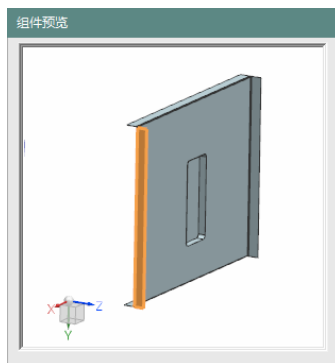
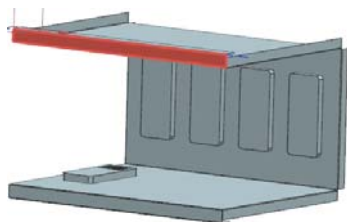

图 11-306 选择相配部件
图 11-307 选择基础部件
(2) 在“添加组件”对话框中, 设置“定位”为“通过约束”, 单击按钮, 打开“装配约束”对话框。选择“接触对齐”类型, 在视图区选择相配部件和基础部件, 如图 11-306 和图 11-307 所示。单击按钮。